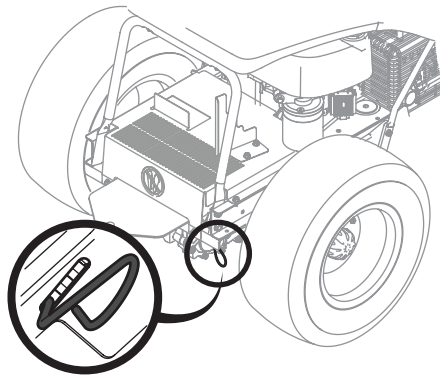
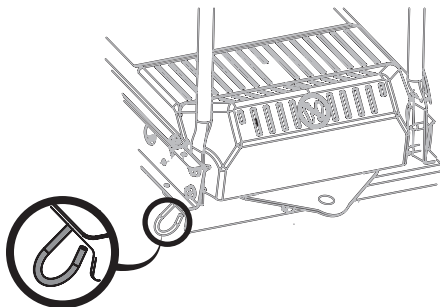

Figure 1
Figure 2
1. Engagez la tige de dérivation de la transmission pour déplacer la tondeuse à siège sans démarrer le moteur. La tige de dérivation de la transmission se trouve du côté intérieur du pneu, vers l'arrière de la tondeuse à siège. Tirez la tige de dérivation vers l'extérieur et vers le bas pour l'engager (Figure 1 pour le transport hydroélectrique et figure 2 pour Tuff Torq Transmission.)
2. Désengagez la tige de dérivation en la repoussant après avoir déplacé la tondeuse à cheval (figure 1 et figure 2).